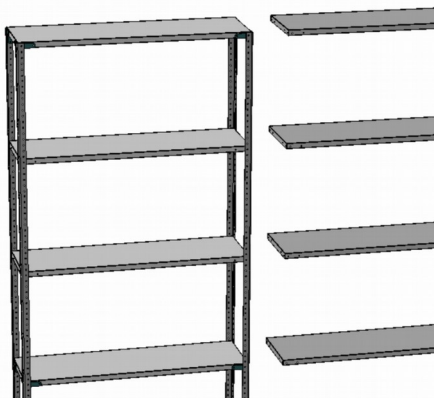

Рис. 3
5.3. При необходимости сборки стеллажей лентой к основной секции присоединяется дополнительная, при этом между секциями устанавливаются Т-образные стойки – типа стойки СС-2000Т – заказывается отдельно. (Рис.3).